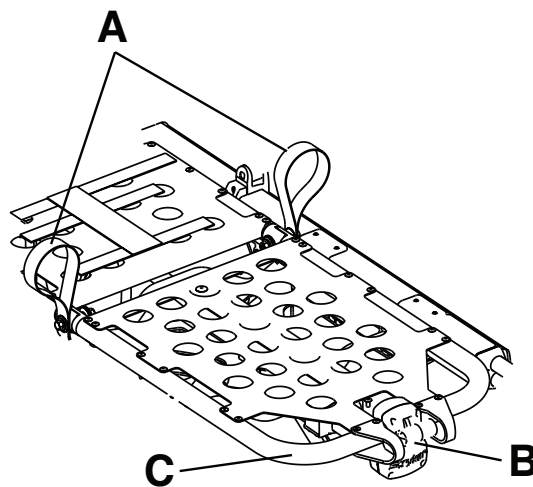

Figure 13 – Relève-jambes
1. Lever n'importe laquelle des boucles de levage rouges (A) jusqu'à ce que le relève-jambes se trouve à la position la plus élevée (Figure 13).
Pour abaisser le relève-jambes, lever l'une ou l'autre des boucles de levage rouges (A) pour libérer la pression du mécanisme de verrouillage. Tout en tenant la boucle, appuyer sur la poignée rouge de déblocage du repose-pieds (B) jusqu'à ce que la bride de support soit libérée (Figure 13). Abaisser le relève-jambes jusqu'à ce qu'il repose à plat.
Pour élever le relève-jambes en Trendelenburg, lever le cadre du repose-pieds (C) aussi haut que possible jusqu'à ce que le cadre se verrouille en place (Figure 13). La bride de support se connecte automatiquement lorsque le cadre est libéré.
Pour abaisser le relève-jambes en Trendelenburg, lever le cadre du repose-pieds (C) et, tout en tenant le cadre, lever la poignée rouge de déblocage du repose-pieds (B) jusqu'à ce que le cadre libère la bride de support (Figure 13). Abaisser le repose-pieds jusqu'à ce qu'il repose à plat.